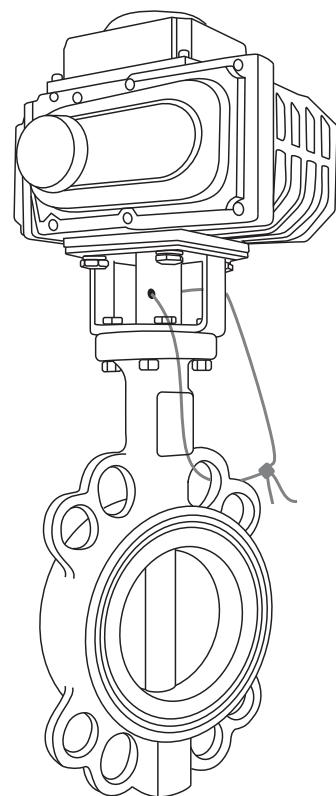

Рис. 6 - Опломбированный затвор
7. Поциальному запросу возможно исполнение электрического привода в комплекте с муфтой, в которой предусмотрено отверстие для опломбирования затвора с приводом. Для опломбировки проденьте проволоку через отверстие в муфте и центрирующую проушину, затем зафиксируйте проволоку и пломбу (рис.6).